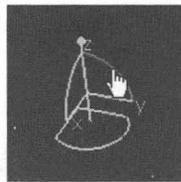

图 1-10 绕轴旋转
- ◆ 绕轴旋转：用鼠标左键抓住指南针任何平面上的弧线，则指南针可以对此平面的法线轴做旋转，绘图区的物体和空间也会随着指南针的旋转而改变，如图 1-10 所示。